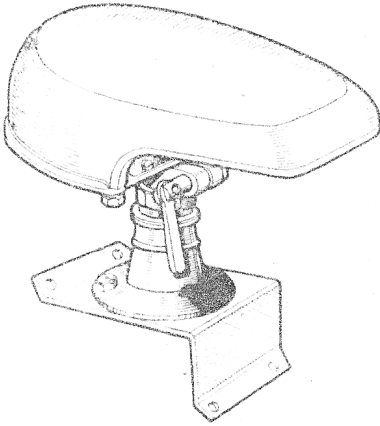

Abb. 1 Tarnscheinwerfer
1. dem **Tarnscheinwerfer**, welcher links am Fahrzeug auf dem vorderen Kotflügel oder zwischen Kotflügel und Motorhaube angebaut wird und die Fahrbahn auf eine Entfernung von etwa 30—40 m Weite und etwa 25 m Breite gleichmäßig ausleuchtet. (Abb. 1 und 13.)